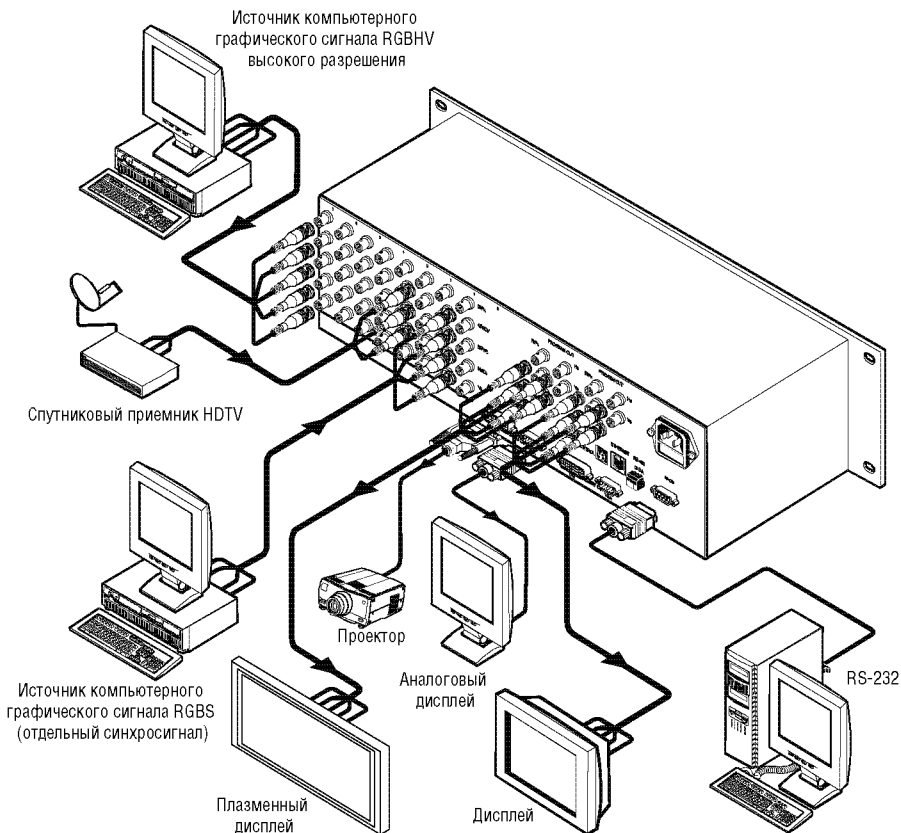
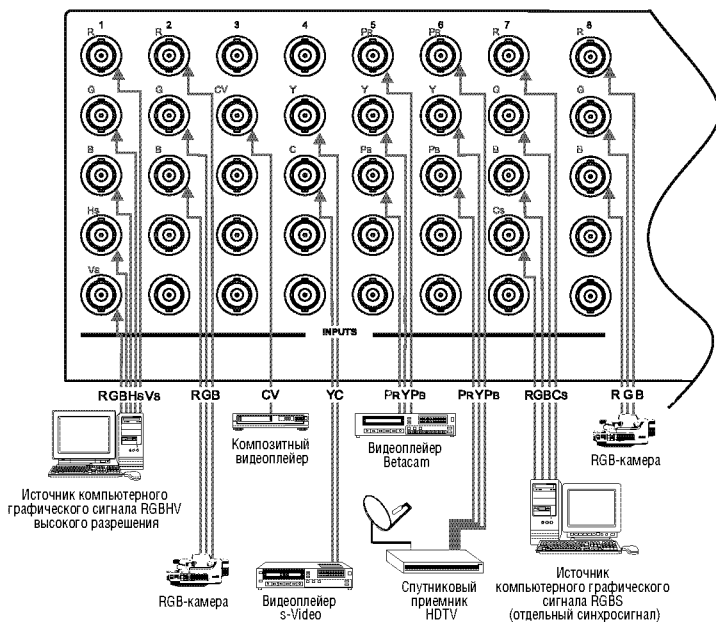
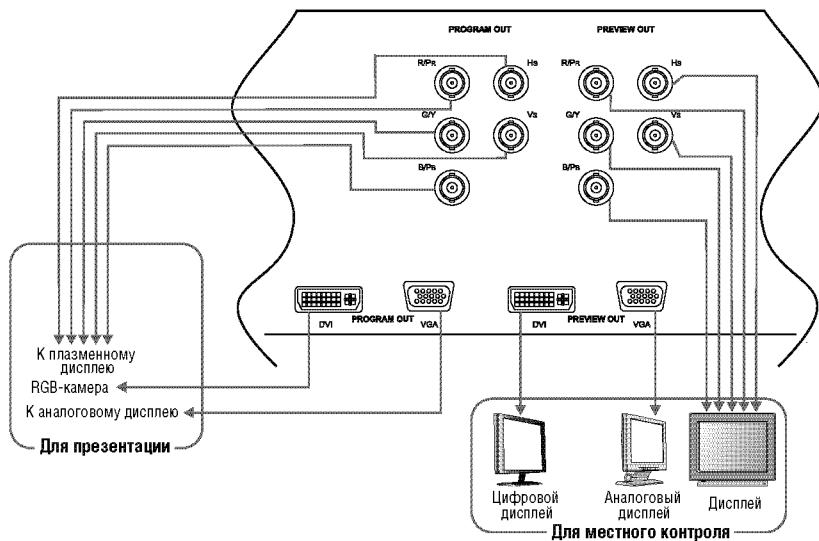

Рис. 3. Подключение источников и приемников сигнала к VP-727
Рис. 4. Пример подключения источников сигнала к VP-727
Рис. 5. Подключение приемников сигнала к контрольному и программному выходам
VP-727 — универсальный презентационный матричный коммутатор и масштабатор, предоставляющий широкую свободу в выборе источников сигнала и способов их подключения. Например, к прибору можно подключить только три источника: сигналы RGBHV, HDTV и RGB (как показано в примере на рис. 3). При необходимости можно подключить до восьми источников сигнала, например RGBHV, два источника RGB, по одному источнику композитного, Y/C, компонентного, HDTV и RGBCs (как на рис. 4).
Пример подключения к **VP-727** источников сигнала различных форматов показан на рис. 4. На рис. 5 дан пример использования программного и контрольного выходов.
3. Подсоедините приемники сигнала к группе разъемов программного выхода *PROGRAM OUT* (рис. 5)
4. Подсоедините приемники сигнала к группе разъемов контрольного выхода *PREVIEW OUT* (рис. 5):
VP-727 — универсальный презентационный матричный коммутатор и масштабатор: его входы могут работать с сигналами различных форматов (см. примеры на рис. 3 и 4 в разделе 6).